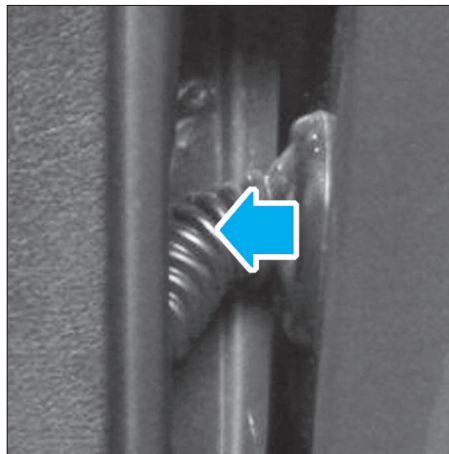

FIG. 64
- Ecarter la porte, puis débrancher le connecteur électrique alimentant la porte (Fig.64).